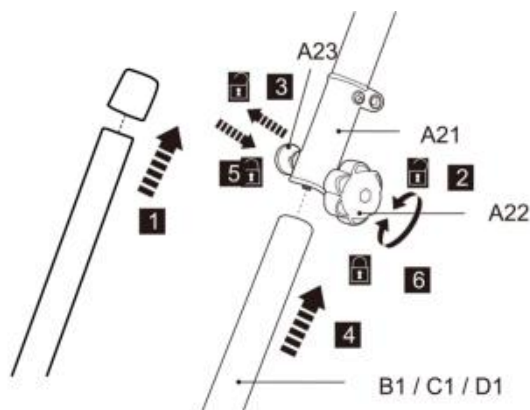

Fig. 3
2. Zdjąć z dolnego słupka (B1/C1/D1) wstępnie zamocowaną nasadkę ochronną (rys. 3 , krok 1).
3. Odkręć pokrętło blokujące (A 22) , ale nie wyjmuj go całkowicie (rys. 3 , krok 2).
4. Wyrównaj i włóż dolny biegun (B 1/C 1/D 1) do tulei blokującej (A 21), naciągając jednocześnie sprężynę śruba (A 23) (rys.3 , krok 3 i 4).
5. Lekko przekręć dolny drążek, aby wyrównać otwór ze sprężyną śruba (A23) . Puść sprężynę następnie przykręć śrubę, aby zabezpieczyć dolny słupek w pozycji. Upewnij się, że sprężyna śruba zatrzaskuje się w otworze (rys.3 , krok 5).
6. Dokręć pokrętło blokujące (A 22), aby zabezpieczyć połączenie (rys. 3 , krok 6).